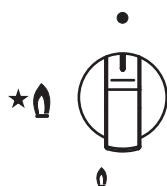

Рис. 8
1. Для запалення горілки натисніть відповідну кнопку та оберніть її проти годинникової стрілки у напрямку позначки великого полум'я (рис. 8).